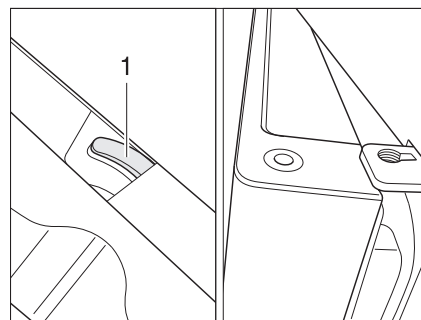

Fig. 205 Puerta del frigorífico en posición de ventilación (Dometic de la serie 7)
- Empujar el bloqueo completamente hacia la derecha. La puerta del frigorífico se fija con ayuda del bloqueo (Fig. 205,1). De este modo, la puerta del frigorífico quedará ligeramente abierta (Fig. 205).